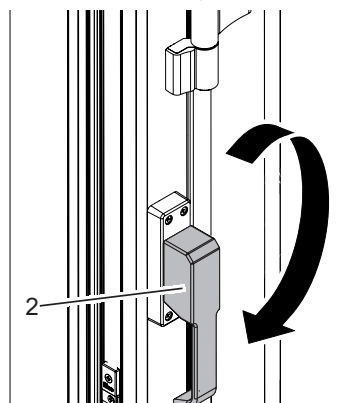

Fig. 9: Poignée de crémone vers le bas = fonction porte
1. Déplacer la crémone (Fig. 9) à 180° vers le bas sur la fonction porte.
Graisser la tête champignon avec de la graisse universelle. <ul style="list-style-type: none"> ☞ Seule la tête champignon (fig. 9/1) sur le vantail pivotant-coulissant doit être graissée. ☞ Graisser également la partie inférieure inclinée de la tête champignon. 	Personnel de maintenance